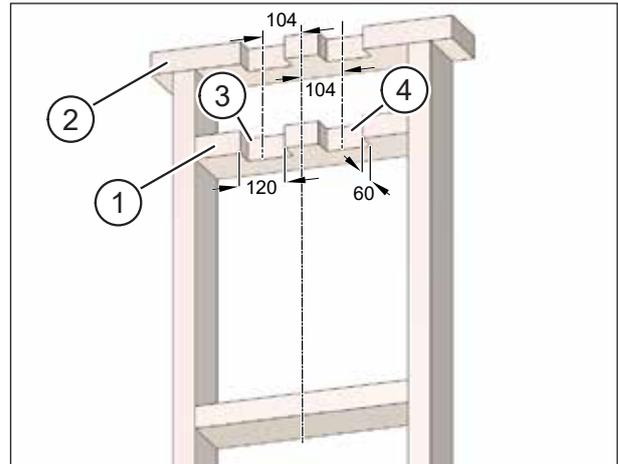

Abb. 46: Nuten für Flachkanäle sägen, Maße in Millimeter
- ▶ Sägen Sie in den oberen Riegel (Pos. 1 in Abb. 46) und den Deckenbalken (Pos. 2 in Abb. 46) zwei Nuten für den Abluftkanal (Pos. 3 in Abb. 46) und für den Zuluftkanal (Pos. 4 in Abb. 46).